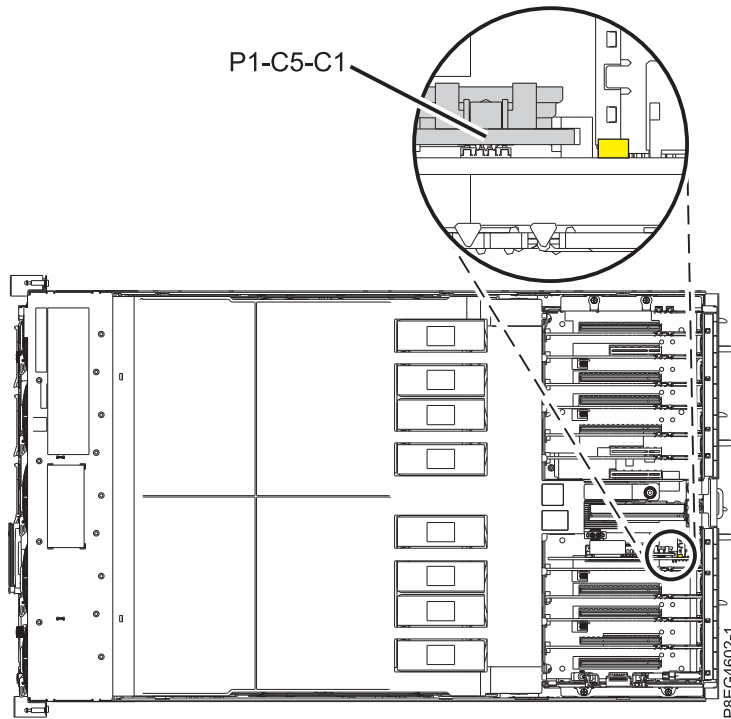

Figure 1. Emplacement de la carte de batterie de l'horloge et du voyant sur le système 8408-44E ou 8408-E8E
6. Recherchez le voyant de panne orange clignotant que vous avez activé à l'étape 1, à la page 1 pour identifier la carte de batterie de l'horloge défectueuse. La figure 1, à la page 3 indique l'emplacement de la carte de batterie de l'horloge sur le système 8408-44E ou 8408-E8E et la position du voyant situé sur la carte du processeur de service.